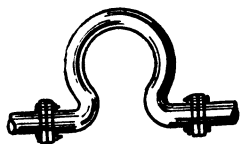

Рис. 94. Компенсатор
4. При прокладке труб парового отопления в паропровод включают изогнутые трубы — компенсаторы (рис. 94). Для чего это делается?